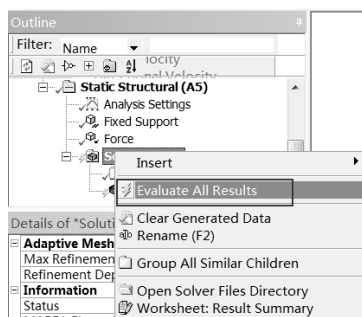

图 5-81 快捷菜单
Step3：在 Outline（分析树）中的 Solution（A6）选项上右击，在弹出的快捷菜单中选择 Evaluate All Results 命令，如图 5-81 所示，此时会弹出进度显示条，表示正在求解，当求解完成后进度条自动消失。